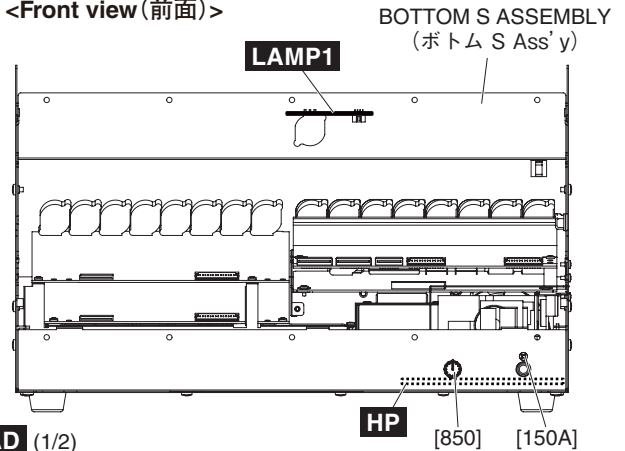

Fig. 5 (図5)
- A-1-3 Remove the four (4) screws marked [700A]. The CPUQL circuit board can then be removed. (Fig. 5)
- A-1-3 [700A] のネジ 4 本を外して、CPUQL シートを外します。(図 5)
- A-2-3 Remove the four (4) screws marked [700B]. The FX circuit board can then be removed. (Fig. 5)
- A-2-3 [700B] のネジ 4 本を外して、FX シートを外します。(図 5)
- A-3-3 Remove the knob marked [850]. (Fig. 5)
- A-3-4 Remove the hexagonal nut marked [130], screw marked [150A] and two (2) screws marked [150B]. The HP circuit board can then be removed. (Fig. 5)
* **When installing the HP circuit board, first tighten the hexagonal nut marked [130] and screw marked [150A] and then tighten the screws marked [150B]. (Fig. 5)**
- A-4-3 Remove the two (2) screws marked [220]. The LAMP1 circuit board can then be removed. (Fig. 5)
- A-5-3-1 Remove the sixteen (16) screws marked [720] and two (2) screws marked [730]. The HAAD (1/2) circuit board can then be removed. (Fig. 5)
* **When installing the HAAD (1/2) circuit board, first tighten the screw marked [720] and then tighten the screws marked [730]. (Fig. 5)**
- A-3-3 [850] のノブ 1 個を外します。(図 5)
- A-3-4 [130] の特殊六角ナット 1 個と [150A] のネジ 1 本と [150B] のネジ 2 本を外して、HP シートを外します。(図 5)
※ HP シートを取り付ける際は、[130] の特殊六角ナットと [150A] のネジを締めてから [150B] のネジを締めてください。(図 5)
- A-4-3 [220] のネジ 2 本を外して、LAMP1 シートを外します。(図 5)
- A-5-3-1 [720] のネジ 16 本と [730] のネジ 2 本を外して、HAAD (1/2) シートを外します。(図 5)
※ HAAD (1/2) シートを取り付ける際は、[720] のネジを締めてから [730] のネジを締めてください。(図 5)
A-6-3 Remove the sixteen (16) screws marked [770] and two (2) screws marked [780]. The DA circuit board can then be removed. (Fig. 5)
* **When installing the DA circuit board, first tighten the screw marked [770] and then tighten the screws marked [780]. (Fig. 5)**
A-6-3 [770] のネジ 16 本と [780] のネジ 2 本を外して、DA シートを外します。(図 5)
※ DA シートを取り付ける際は、[770] のネジを締めてから [780] のネジを締めてください。(図 5)